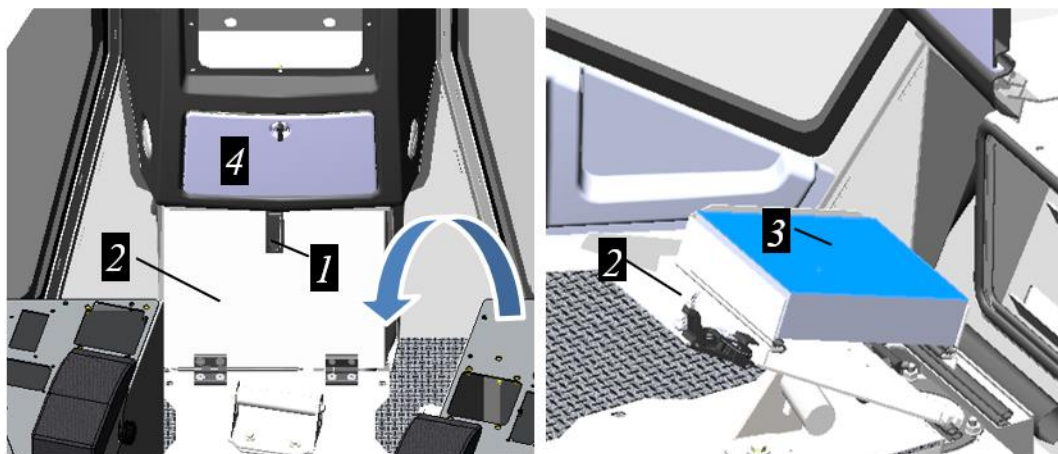
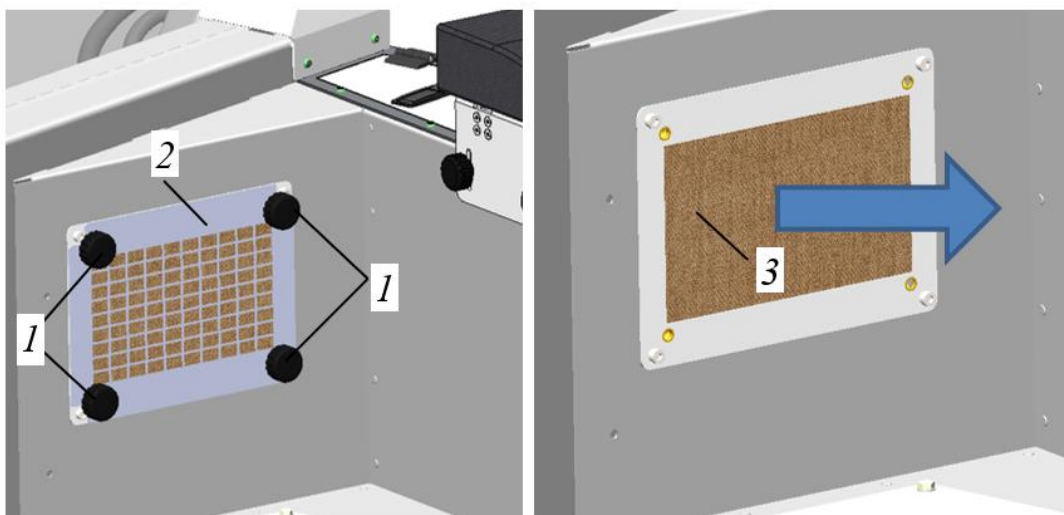

Рисунок 3.154. Процедура замены фильтрующего элемента климатической системы
Рисунок 3.155. Процедура замены фильтрующего элемента системы рециркуляции
В кабине оператора установлены два воздушных фильтра. Фильтр №1 очищает воздух поступающий извне с улицы. Фильтр располагается в передней части кабины, в ногах оператора под ящиком для документов, см. рис. 3.154. Фильтр №2 очищает воздух циркулирующий внутри кабины, когда включен режим рециркуляции, см. п. 3.4.11.1 **Проверка функционирования системы отопления и кондиционирования воздуха в кабине оператора, осмотр протечек.** Фильтр №2 установлен в задней части кабины за сиденьем оператора, см. рис. 3.155. Замену фильтров производить согласно **графику ТО и контроля** см. п. 3.1, либо ранее при работе машины в условиях повышенной запыленности.
- Нажать кнопку, открыть замок 1, рис. 3.154.
- Потянуть крышку 2 на себя и откинуть ее назад (в сторону сиденья), рис. 3.154.
- Извлечь фильтр 3 из крышки 2, см. рис. 3.154.
- ▶ Отвернуть 4 барашка поз. 1, рис. 3.155.
- ▶ Снять решетку 2, рис. 3.155.